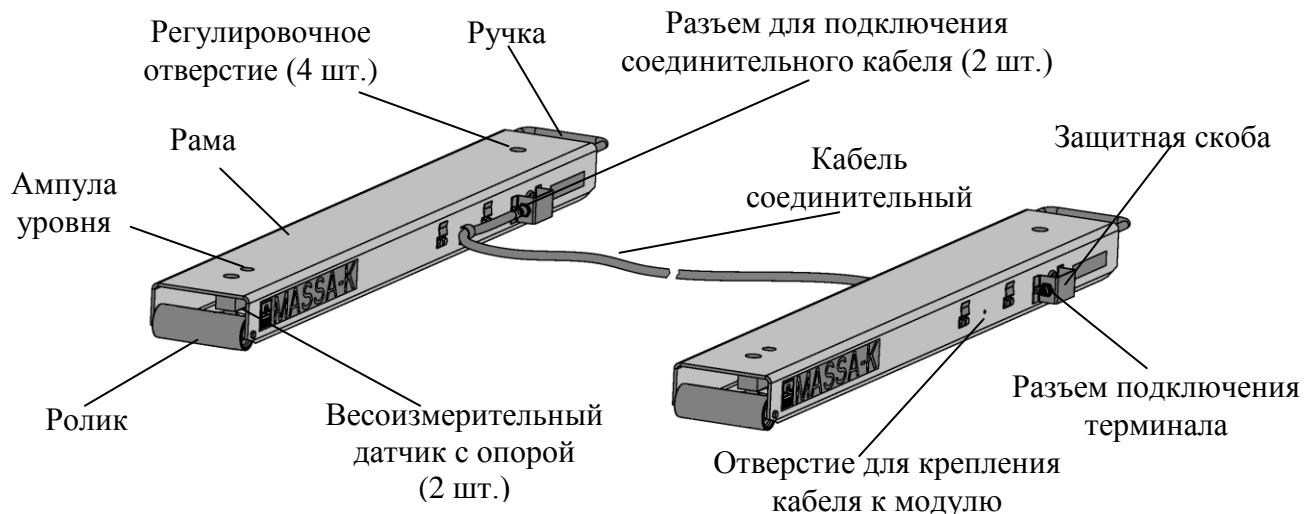

Рисунок 8.1 – Модуль взвешивающий 4D-B_
8.1.1 Модуль состоит из двух однотипных рам с весоизмерительными датчиками (см. рис. 8.1).
- 8.3.7 Закрепите соединительный кабель к рамам с помощью хомута, плотно затянув винт M6x10 (см. рис. 8.1).
- 8.3.9 Закрепите кабель для подключения терминала к модулю с помощью хомута, плотно затянув винт M6x10 (см. рис. 8.1).